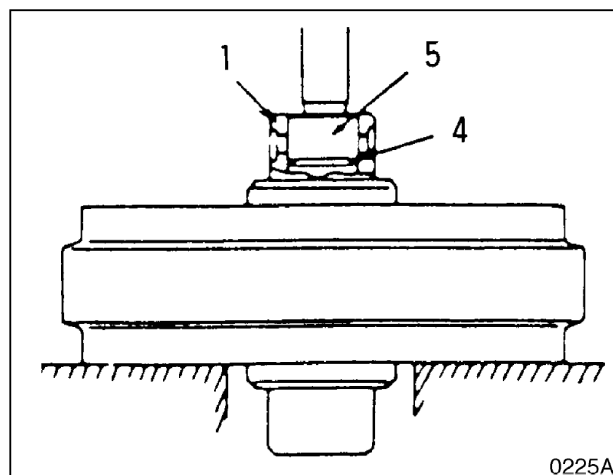

Рис. 21
3. Используйте пресс для снятия подшипника с оси. Снимите уплотнительное кольцо (4, рис. 21) с вала и вставьте его в подшипник.